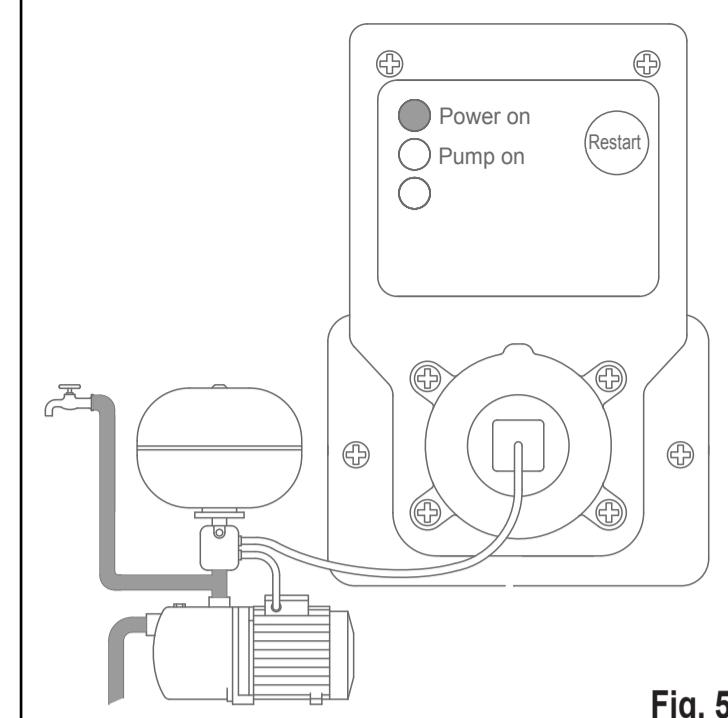

Fig. 5
- ! Close the tap and wait for the pump to stop (Figure 5).
- ! Fermer le dispositif d'utilisation et attendre que la pompe s'arrête (Fig. 5).
- Die Anwendung schließen und warten, bis die Pumpe stoppt (Abb. 5). Jetzt können Sie die Anlage normal verwenden.
- Cierre el grifo y aguarde a que la bomba se detenga (fig. 5). A partir de ahora se puede utilizar normalmente la instalación.